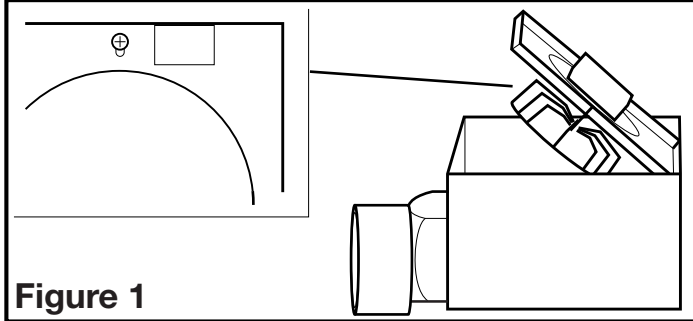

Figure 1
2. Retirer l'ensemble venturi du ventilateur, lequel est fixé en place par une vis au travers du venturi (**Figure 1**). C'est une vis imperdable et elle demeurera installée dans le venturi. Garder l'ensemble venturi et la grille dans la boîte jusqu'à ce que vous en ayez besoin pour qu'ils ne soient pas endommagés ou perdus.